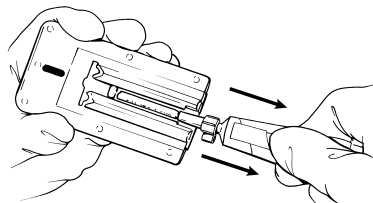

ABBILDUNG 4
- 6a. Tragen Sie einen fortlaufenden dünnen Gelstreifen auf jeden Streifen auf (siehe Abbildung 4).